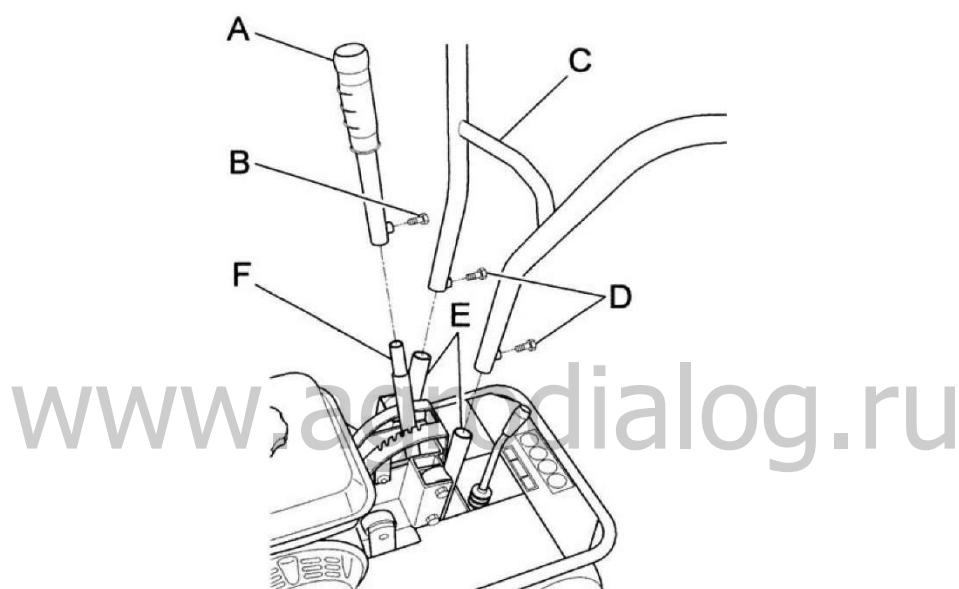

Рисунок 3
1. Поднимите рычаг (Рис. 3 поз. С) и вставьте его в опоры, показанные на Рис. 3. поз. Е. Выберите необходимую высоту резки и обеспечьте установки, используя предоставленные винты (рис. 3 поз. D).
2. Установите конечную часть рычага регулирования высоты резки (рис. 3 поз. А) в соответствующую опору (рис. 3 поз. F) и закрепите с помощью предоставленного винта (рис. 3 поз. В).
Во время работы газон и торфа режутся по полосам. Если колеса дернореза скользят во время использования, необходимо настроить высоту резки с помощью специального рычага (рис. 3, поз. А). Если это не помогло, проверьте состояние дерна. Если он слишком сухой, его следует смочить так, чтобы появилось небольшое сопротивление при резке, что облегчит резку.